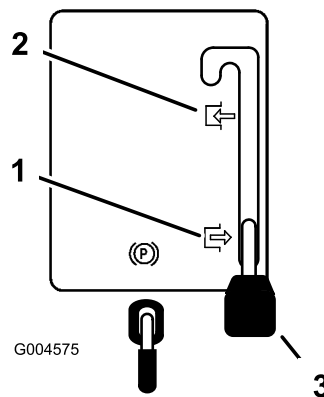

Bild 8
2. Stellen Sie den Zapfwellenantriebshebel (ZWA) auf „Eingekuppelt“ (Bild 8).
2. Kuppeln Sie den Zapfwellenantrieb (ZWA) aus (Bild 8).
4. Kuppeln Sie den Zapfwellenantrieb (ZWA) aus (Bild 8).